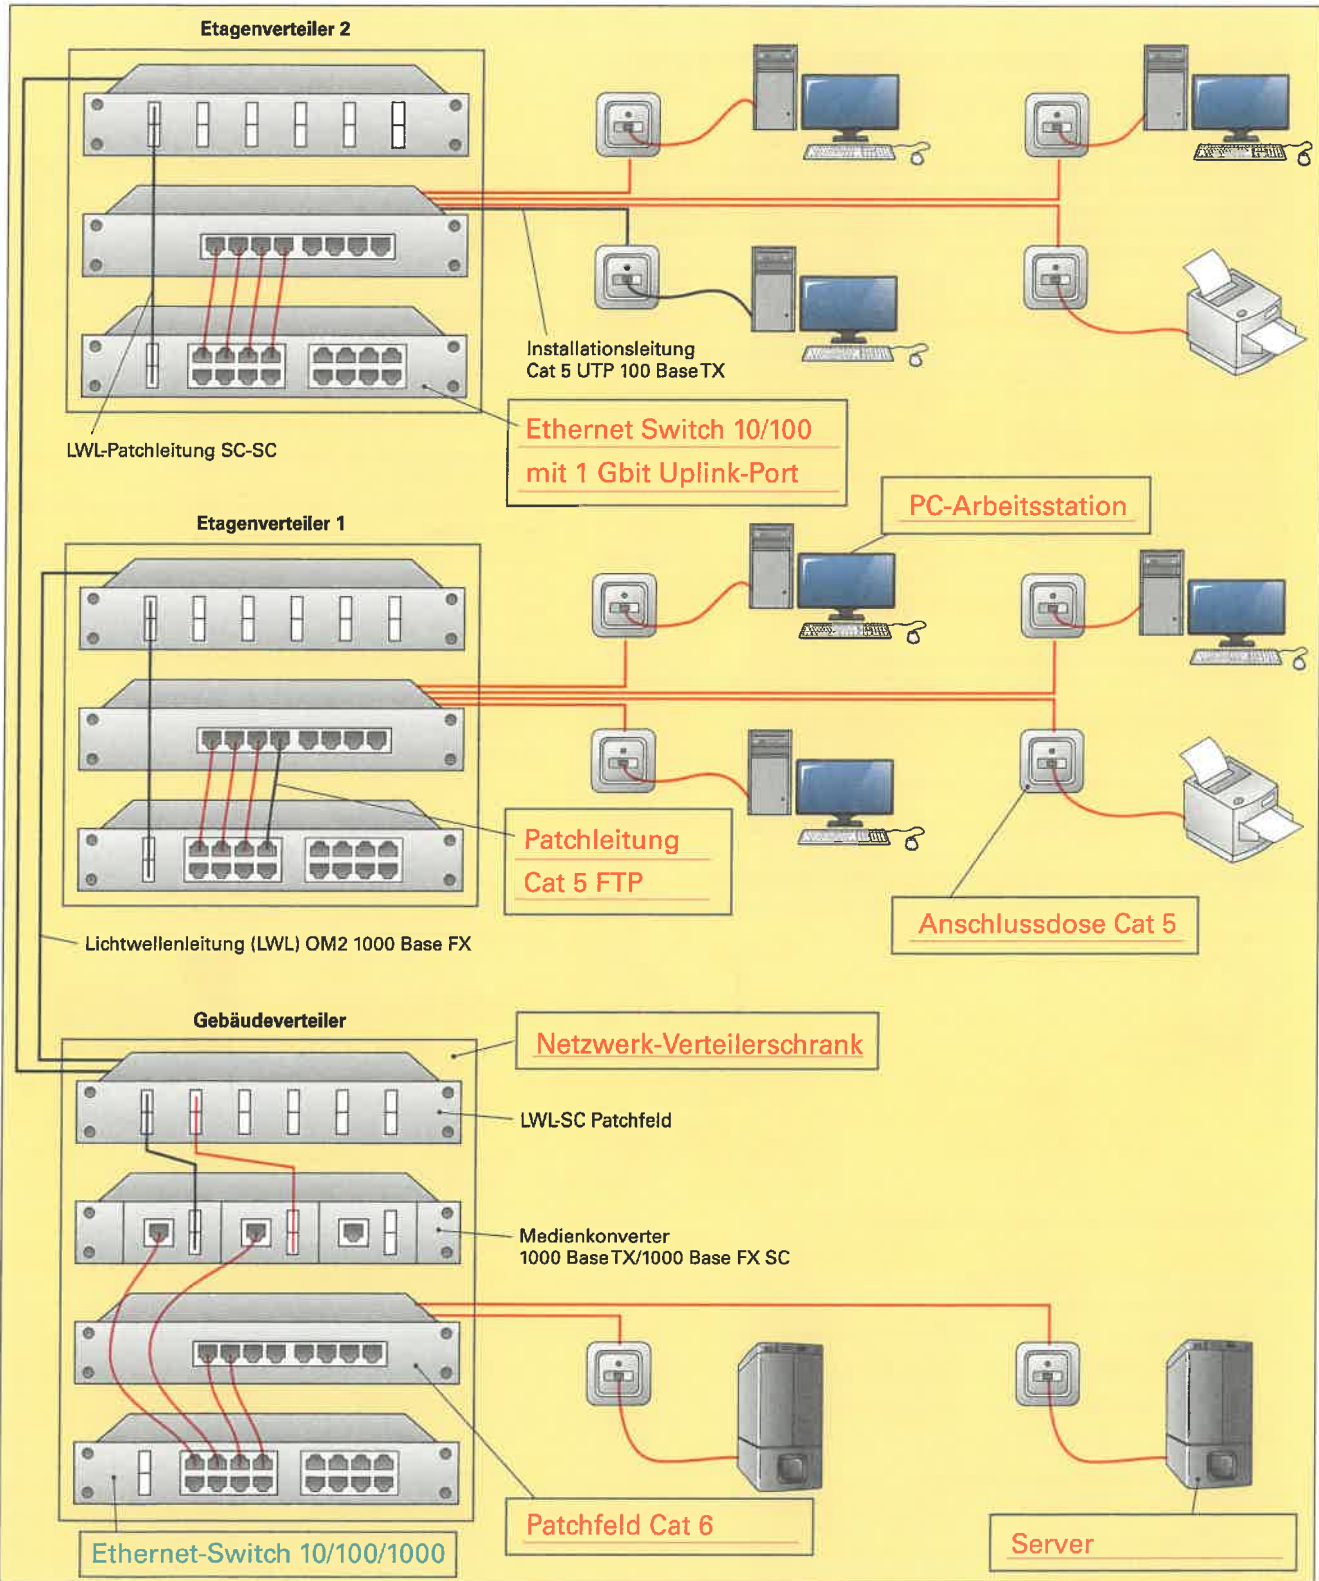

**Bild 3: Verbindung eines LAN mit dem Internet**
7. Ergänzen Sie in **Bild 3** die notwendigen Leitungen zur Verbindung eines PCs über das LAN mit dem Internet über einen DSL-Anschluss und die Benennung der beteiligten Komponenten.